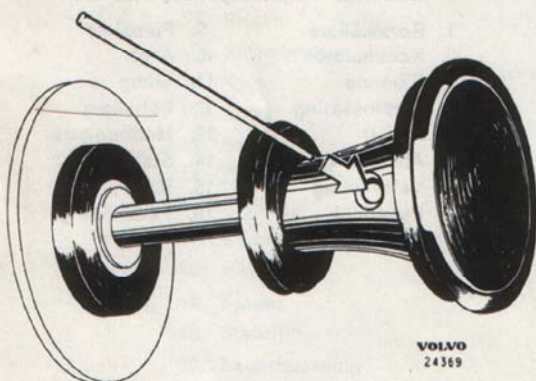

Bild 107. Dragknappen lossas
2. Dragknappen lossas genom att låsspinnen tryckes in med ett lämpligt föremål varefter knappen kan dragas ut. Bild 107.